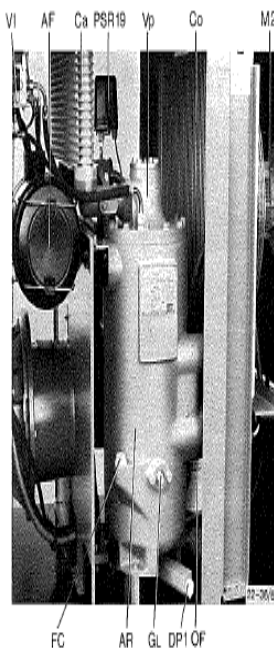

Fig. 7. Vista del depósito de aceite
3.1.1 Motor del ventilador (M2-Fig. 7)